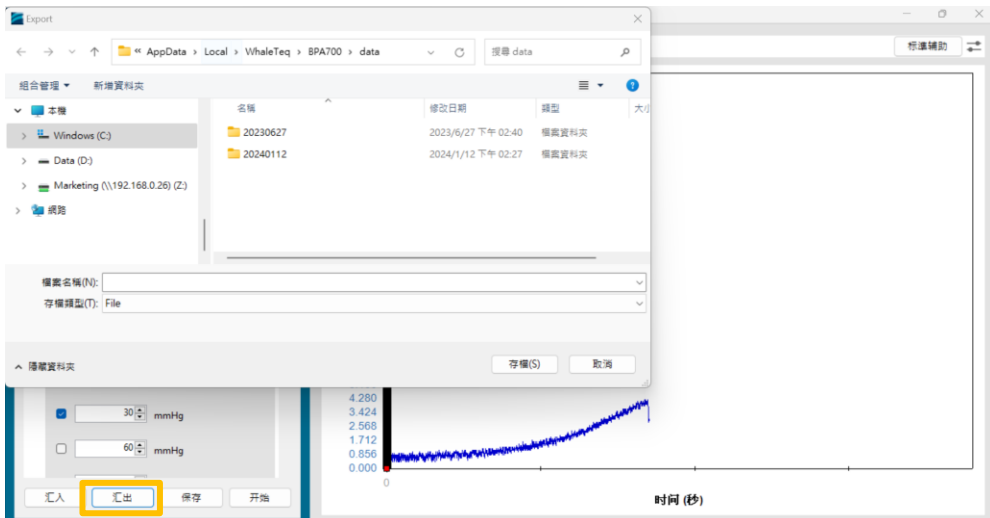

图 18：汇出自动序列
(4) 点击“汇出”按钮，将自动序列汇出，以便下次汇入（如图 18 所示。）